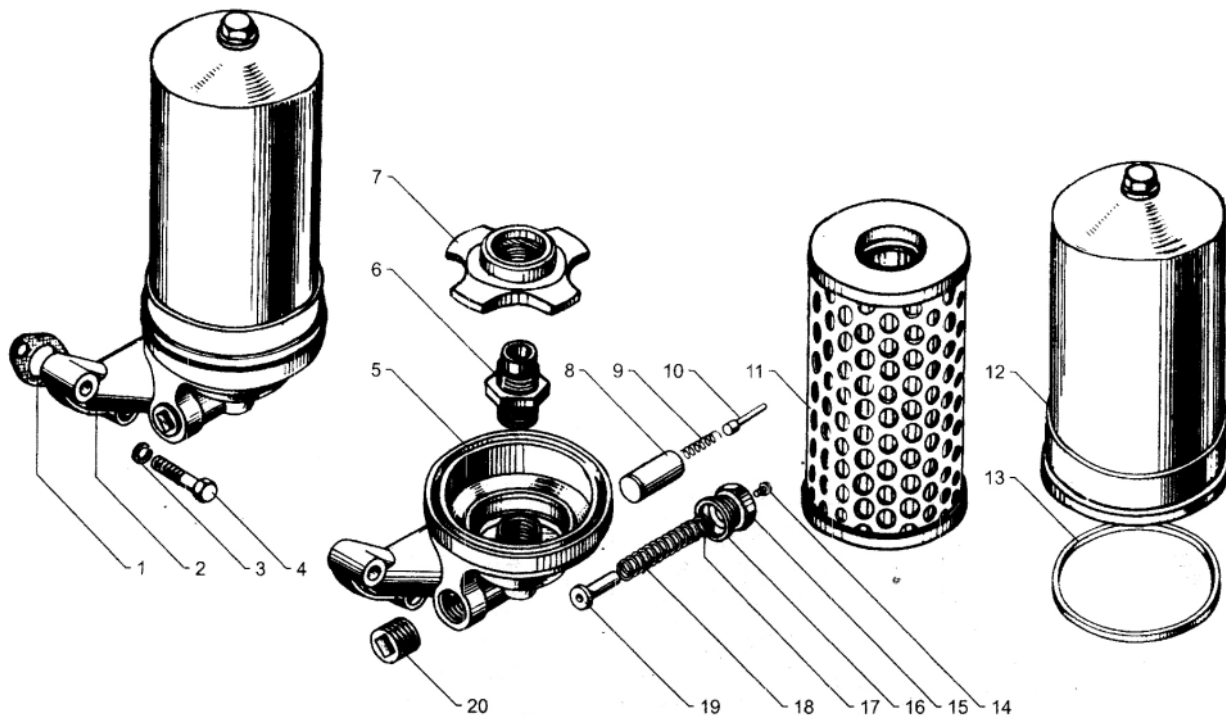

Рисунок 6 - Фильтр масляный в сборе
10.1.2 Снимите колпак 12 (см. рис. 6) масляного фильтра, удалите фильтрующий элемент 11.